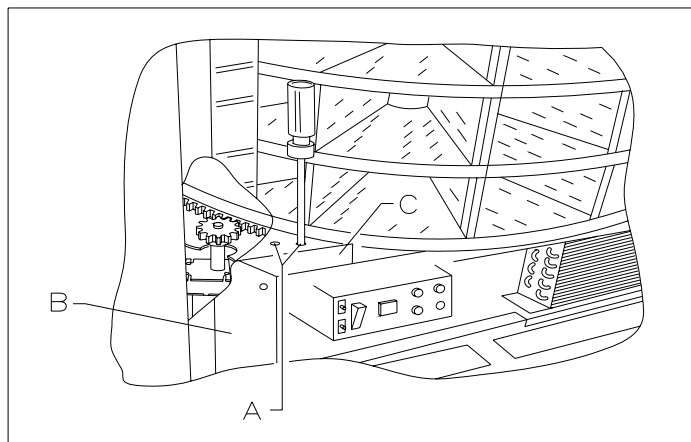

FIG. 16
2. Abrir la puerta y quitar la abrazadera de soporte ref. B FIG. 16.
3. Quitar las tapas Ref. A FIG. 16 y destornillar la protección ref. C FIG. 16.